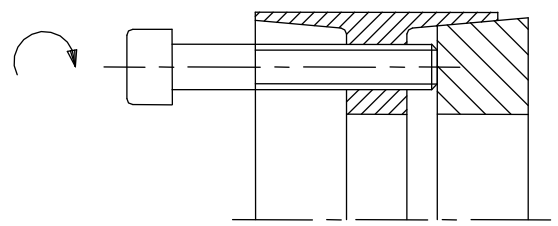

Рис. 6: Демонтаж заднего нажимного кольца
- Зажимные винты ввинтить в резьбовые отверстия наружного кольца (деталь 3) (см. рис. 6).